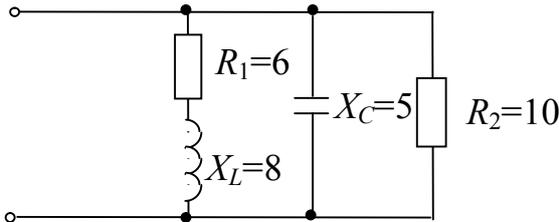

Рис. 5.1
**Задача 5.1.** Определить полную проводимость цепи, используя данные таблицы 5.1. Параметры элементов указаны на схеме в Ом (рис. 5.1).